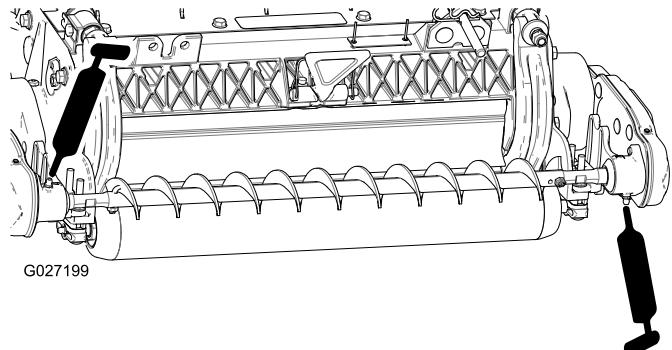

Bild 17
- Fetten Sie die Schmiernippel an jedem Lagergehäuse der Rollenbürste mit Nr. 2 Allzweckfett auf Lithumbasis ein (Bild 17).